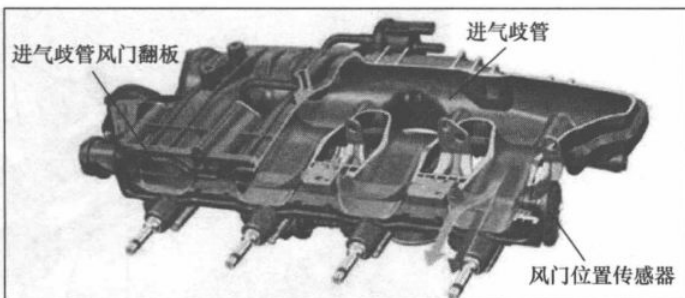

图 1-4 迈腾轿车的进气歧管翻板机构
(3) 进气歧管风门位置传感器(图 1-4)的信号不稳定,或未匹配。
(4) 进气歧管翻板总成因积炭卡死。
(5) 发动机控制单元损坏。